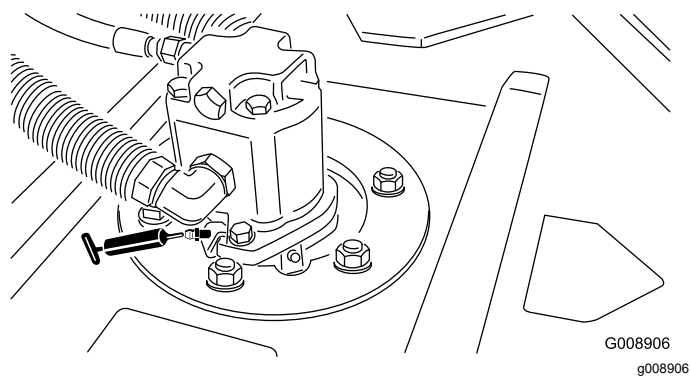

**Figura 48**
- Cojinetes de los rodillos traseros (2 por unidad de corte) – Figura 48